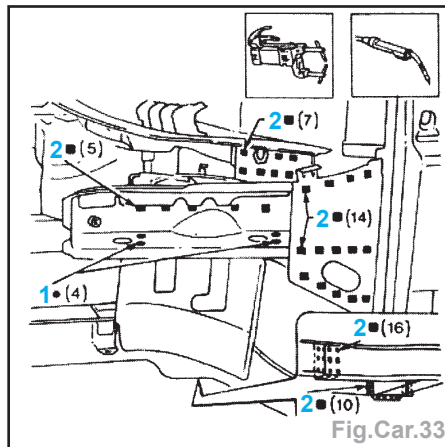

Fig.Car.33
- Effectuer des soudures par points (1) et soudures de remplissage (2) (Fig.Car.33).